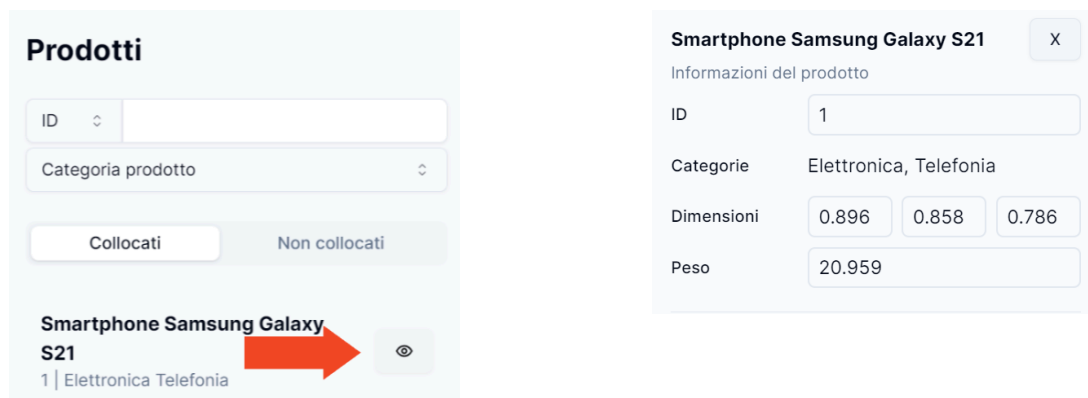

Figura 17: Pulsante “occhio” per l’ispezione prodotto (sinistra) e pannello di ispezione prodotto (destra)
- il pulsante contenente l’icona raffigurante un occhio (Figura 17 (sinistra)) presente nella lista dei prodotti (Sezione 3.6.1) nella riga corrispondente al prodotto da ispezionare;
L’esecuzione di almeno una delle modalità elencate permette la visualizzazione, sulla destra dello schermo, del pannello relativo alle informazioni del prodotto di interesse (Figura 17 (destra)).